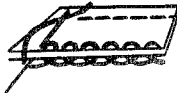

Рис. 5.11
*Стачные стежки* применяют для соединения деталей плотным швом, заменяющим машинный, а также как отделочный. По внешнему виду с лицевой стороны строчка похожа на машинную. Для образования стачного стежка иглу вводят в ткань в месте ее предыдущего прокола. Длина стежка со стороны изнанки равна удвоенной длине стежка, образованного на лицевой стороне. В стачном стежке нитка полностью захватывает ткань с лица и изнанки, чем обеспечивается достаточная прочность соединения деталей и расяжимость строчки. Длина стежка 0,1–0,4 см (рис. 5.11).